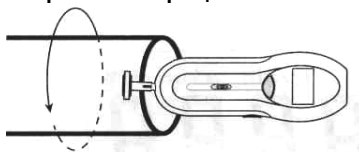

Рис.5
c. Слегка прижмите насадку к вращающейся поверхности (рис. 5), нажмите кнопку " **TEST** " . Следите чтобы небыло проскальзывания между поверхностью вращения и насадкой прибора . Дождитесь установления стабильных показаний на дисплее .